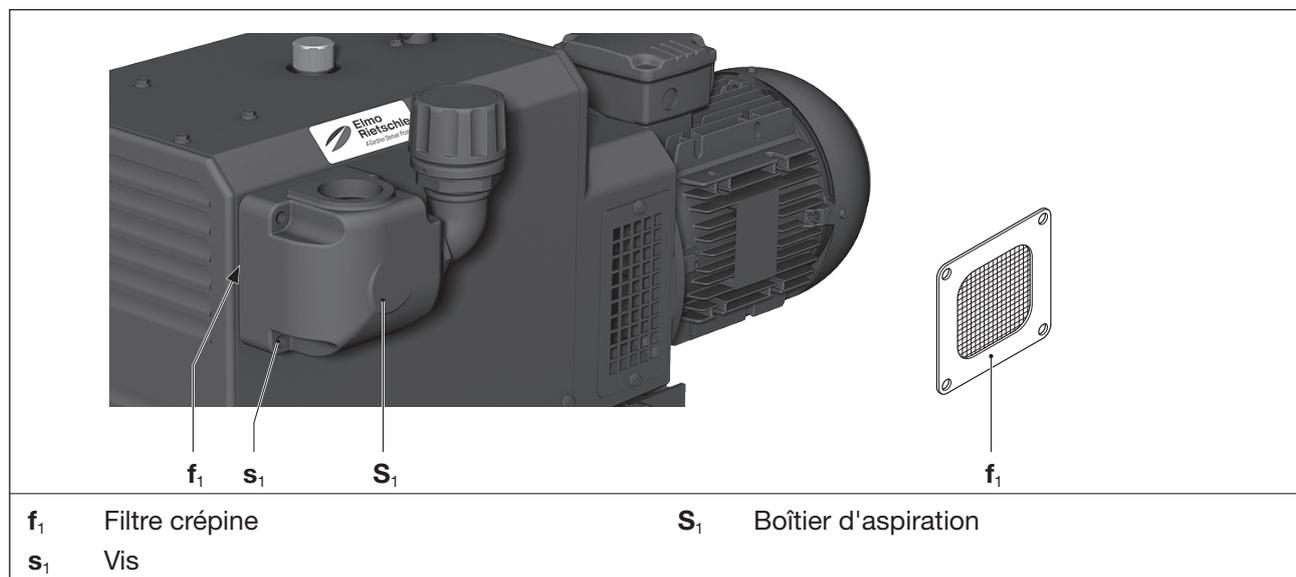

Fig. 9 Filtre crépine dans le boîtier d'aspiration
- Desserrez les quatre vis (Fig. 9/s₁) sur le boîtier d'aspiration (Fig. 9/S₁).
- Retirez le boîtier d'aspiration (Fig. 9/S₁) et le filtre crépine (Fig. 9/f₁) de la pompe.